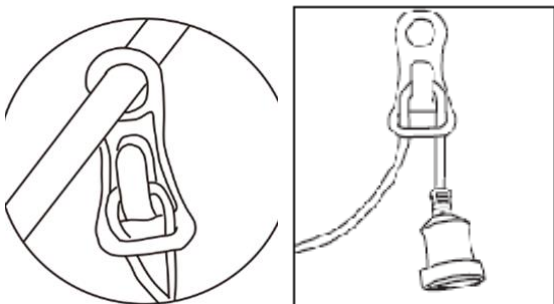

Rys. 9
Ustawienie wysokości koszenia (rys. 9)
1. Ustawienia kółka (rys. 9)